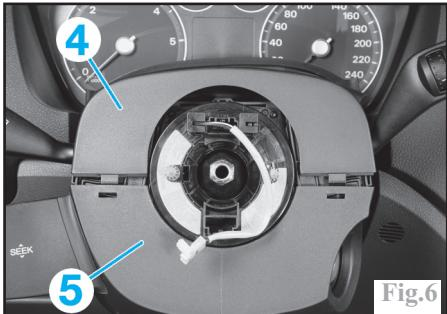

Fig.6
-les garnitures (4) et (5) de la colonne de direction (Fig.6).